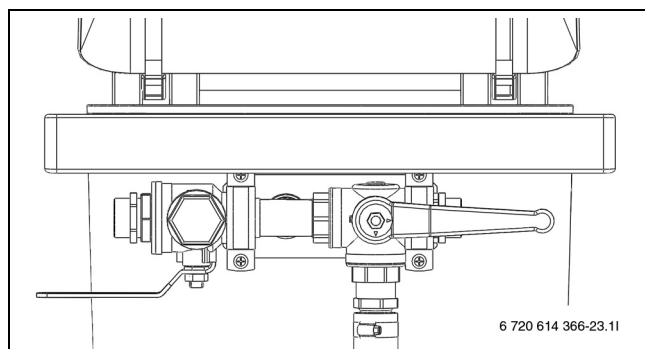

Fig. 16 Station de remplissage en position de remplissage
- Placer les vannes de la station de remplissage en position de remplissage et remplir le circuit avec de l'eau glycolée (→ fig. 16).